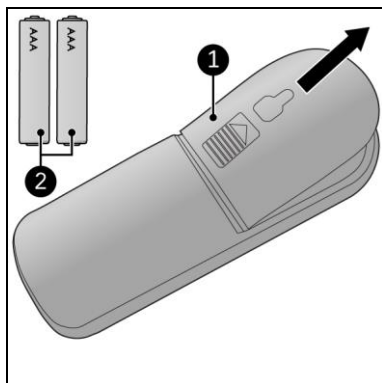

Figura 10
1. Scoateți capacul (Figura 10, poz. 1).
3. Introduceți două baterii (AAA 1,5 V) (Figura 10, poz. 2) așa cum este indicat în compartimentul pentru baterii. Asigurați-vă că introduceți bateriile în mod corect.
5. Scoateți bateriile din telecomandă (Figura 10).